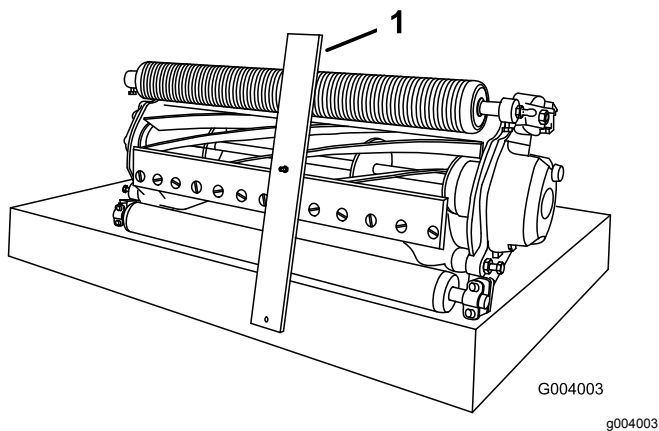

Figura 16
2. Prenda a cabeça do parafuso ao indicador da altura de corte no lado direito da extremidade cortante da lâmina de corte e apoie a extremidade traseira da barra na traseira do rolo (Figura 16).